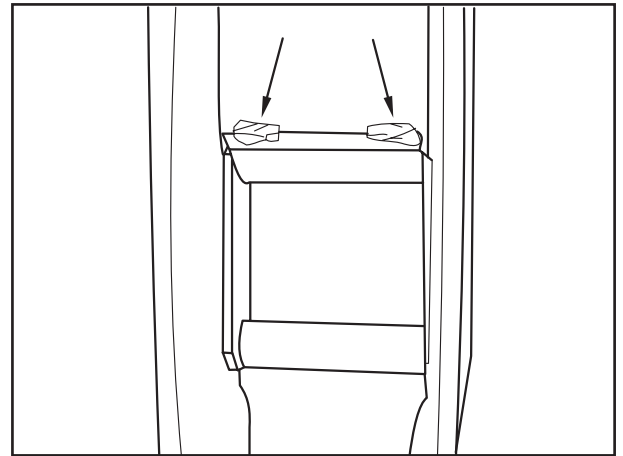

Fig. 19
- Gleitstück oben mit zwei kurzen Schweißnähten anheften (Fig. 19/Pfeile), dabei auf richtige Lage des Halters achten.
- Fasten slider above with two short weld seams (Fig. 19/arrows), observing the correct position of the support.
- Fixer la pièce de glissement au-dessus avec deux courts cordons de soudure (fig. 19/ flèche), en veillant à la position correcte du support.